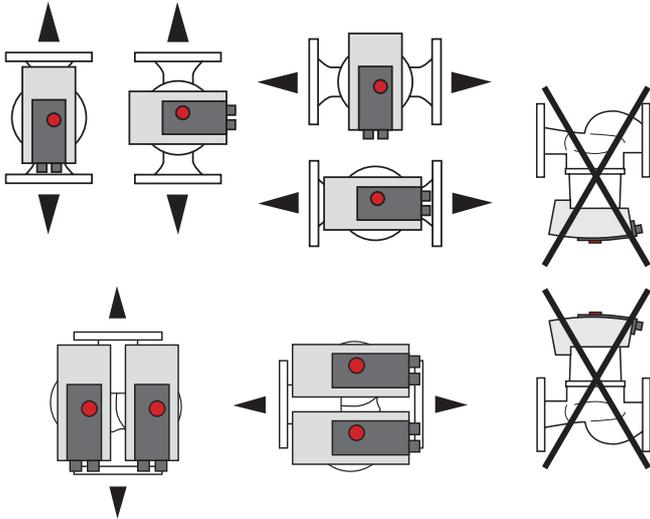

Fig. 4: Posiciones de instalación admisibles
1. Compruebe las posiciones de instalación admisibles → Fig. 4.